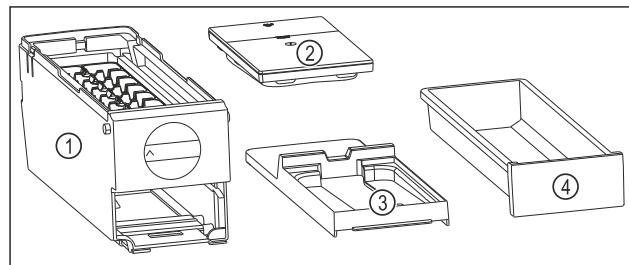

Fig. 133 Sestavni deli modula EasyTwist-Ice
- Modul EasyTwist-Ice je razstavljen na štiri dele. (glejte Fig. 133)
- Modul EasyTwist-Ice razstavite le na prikazane sestavne dele. (glejte Fig. 133)
- Glavni del EasyTwist-Ice Fig. 133 (1) očistite kot celoto.